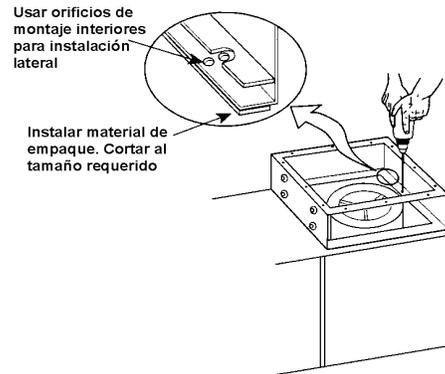

Figura 19. Detalle Instalación Lateral
2. Instale la junta de empaque auto-adhesiva en el lado de la pestaña del gabinete del purificador de aire, mismo que se empata con la unidad interior. Esta pestaña tiene un juego doble de orificios. Véase la Figura 19.
10. Asegure bien la unidad usando los tornillos autorroscantes de lámina de acero provistos. Ver Figura 19.